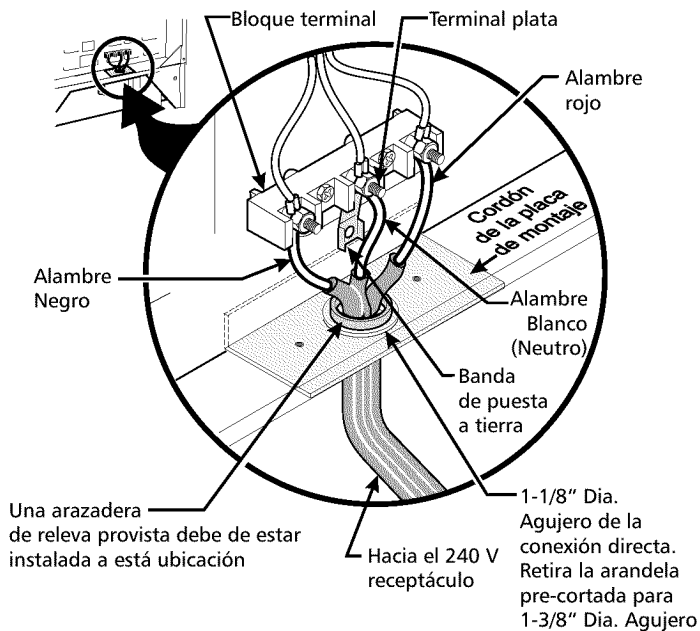

Figura 3
Nota: La cocina corrediza eléctrica viene de fabrica con un agujero de diámetro 1-1/8" como se muestra en la figura 3. Si un agujero mas largo está necesario retire la arandela pre-cortada
(Un cordón flexible o cable de 3 conductores debe de ser reemplazado con un cordón flexible o cable de 4 conductores donde la conexión del conductor a tierra al neutro esta prohibida en las nuevas instalaciones, las casas sobre ruedas, los vehículos de recreación o otras áreas donde los códigos locales no permiten la conexión a tierra al neutro.) Si los códigos locales permiten la conexión del conductor a tierra del armazón al alambre neutral del cable de bronce del suministro eléctrico.(vea figura 3)
4. Repone las 3 tuercas desajustadas en el bloque terminal (vea figura 3).